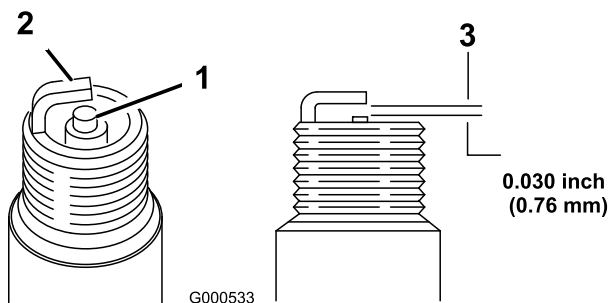

Figura 44
1. Mire la parte central de la(s) bujía(s) (Figura 44). Si se observa un color gris o marrón claro en el aislante, el motor está funcionando correctamente. Si el aislante aparece de color negro, significa que el limpiador de aire está sucio.
2. Compruebe la separación entre los electrodos central y lateral (Figura 44). Si la distancia no es correcta, doble el electrodo lateral (Figura 44).